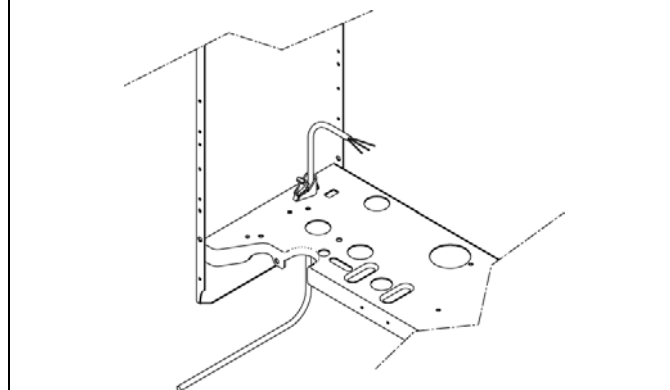

Рис. 3.6
- если у вас имеется термостат температуры в помещении, вставьте идущий от него провод в специальный зажим для провода, который находится на раме (рис. 3.6)